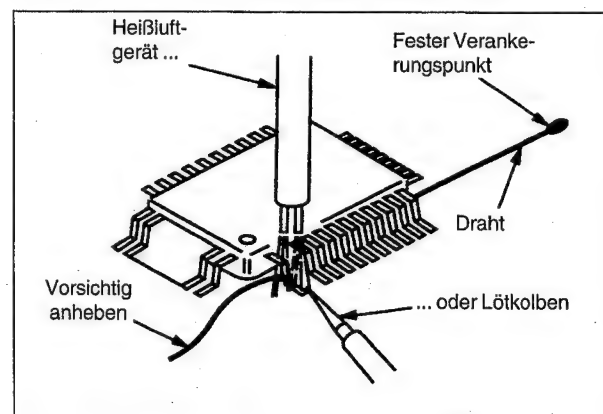

Abb. 1-24
- b. Befestigen Sie den Draht auf der Arbeitsfläche oder an einem festen Verankerungspunkt (siehe Abb. 1-24).